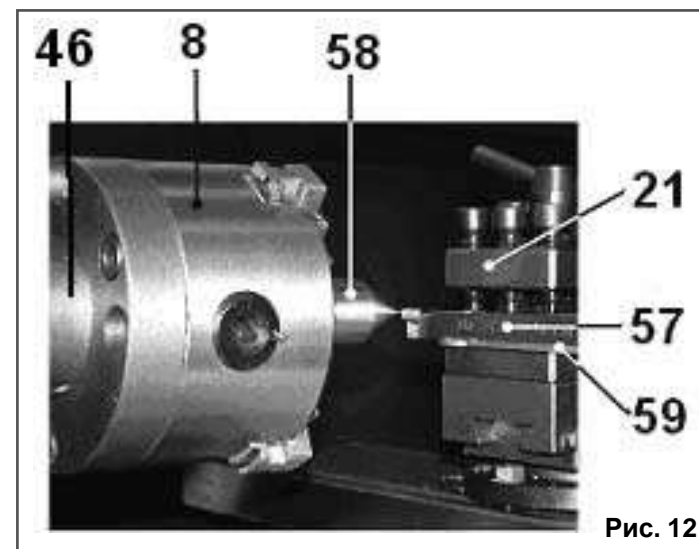
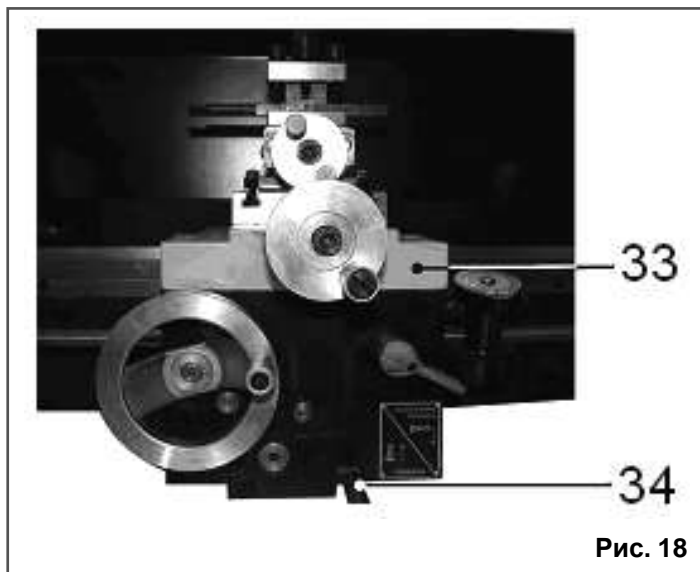

Рис. 12
Рис. 18
10.4. Точение с автоматической подачей (Рис. 18, 19)
10.4.2. Положение переключателя (7) направления вращения шпинделя (46), Рис. 12, 14, соответствует направлению автоматической подачи каретки (33), Рис. 18.
10.4.3. Автоматическое перемещение каретки (33) включается переводом рычага (34) включения автоматической подачи в верхнее положение, Рис. 18.
Рычаг переключения скорости автоматической подачи (1), Рис. 18, в положении 1